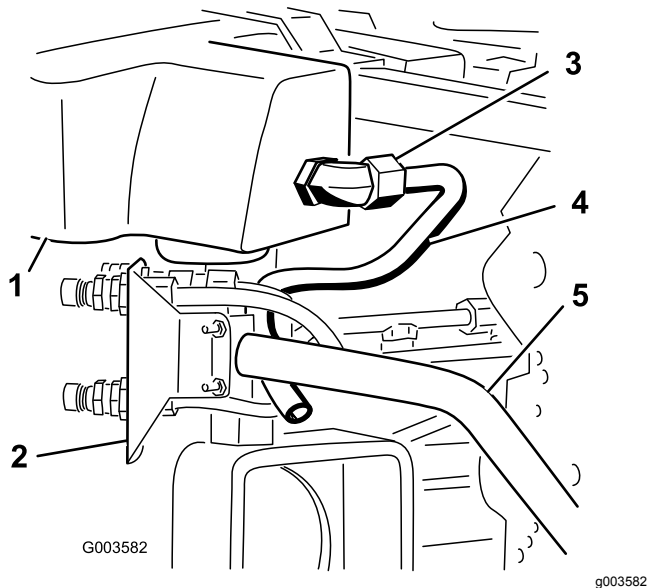
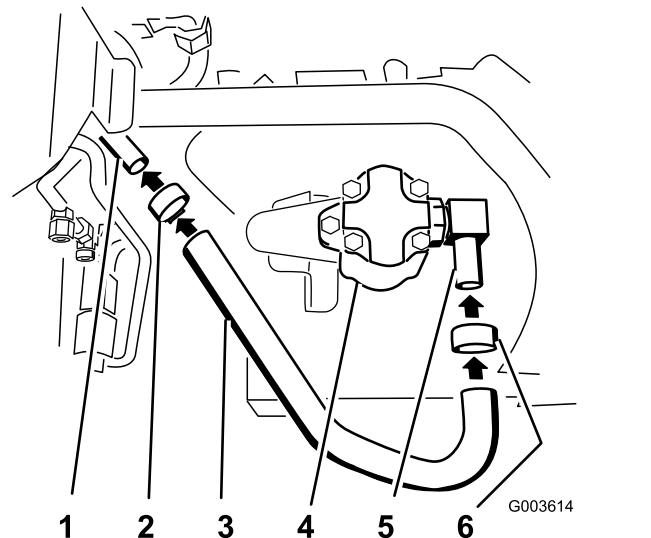
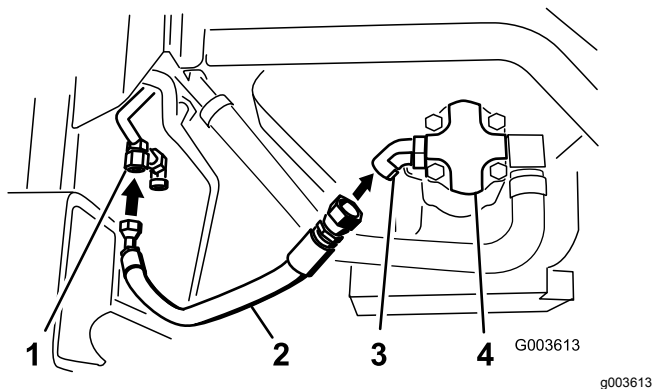
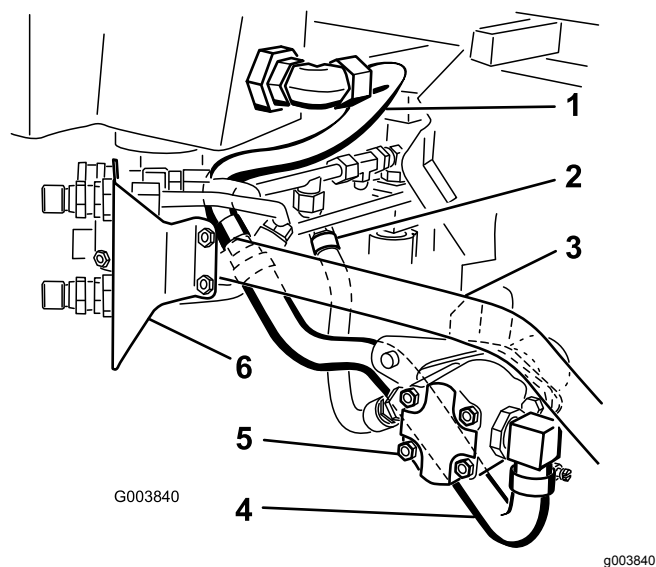

Figure 26
Figure 27
Figure 30
Figure 31
4. Placez la conduite hydraulique n° 3 dans la machine comme montré à la Figure 26.
5. Raccordez la conduite hydraulique n° 3 au grand raccord coudé à 90° qui est monté sur la crépine et le réservoir hydraulique (Figure 26 et Figure 31).
2. Raccordez le grand flexible hydraulique au raccord coudé à 90° qui est monté sur le côté de la pompe hydraulique (Figure 27 et Figure 31).
3. Serrez un collier sur le flexible autour du raccord coudé (Figure 27).
4. Raccordez le grand flexible hydraulique à la conduite hydraulique n° 3 (Figure 27).
5. Serrez le collier autour du flexible et de la conduite hydraulique n° 3 (Figure 27).
9. Branchez le flexible hydraulique muni de raccords au raccord coudé à 45° qui est fixé à la pompe hydraulique (Figure 30 et Figure 31).
10. Reportez-vous à la Figure 31 pour positionner correctement les flexibles et les conduites hydrauliques sur la pompe hydraulique.